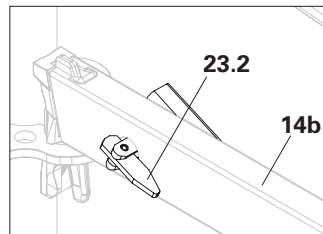

Fig. A4.08e
- La diagonale verticale UBL è montata. (Fig. A4.08e)
Dopo il montaggio delle diagonali verticali UBL, tutti i perni girevoli (**23.2**) della struttura devono essere trasversali e poggiare su entrambi i lati del foro. (Fig. A4.08e)